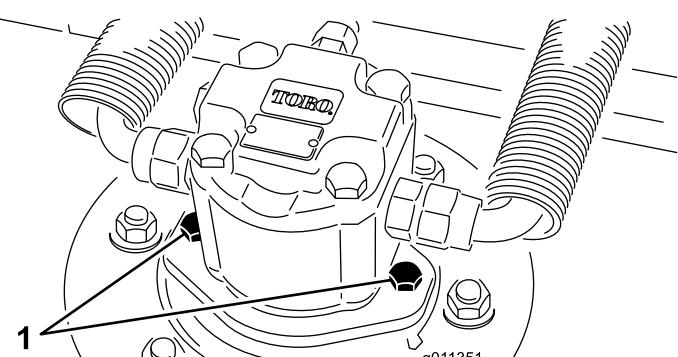

Figure 10
4. Montez le moteur hydraulique sur le plateau de coupe (Figure 10). Vérifiez que le joint torique est en place et en bon état.